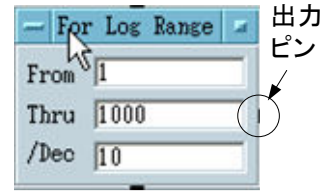

図5-8 ”For Log Range”オブジェクト
- (1) メニューバーより、[Flow]→[Repeat]→[For Log Range]を選択し、図5-8の”For Log Range”オブジェクトを立ち上げる。